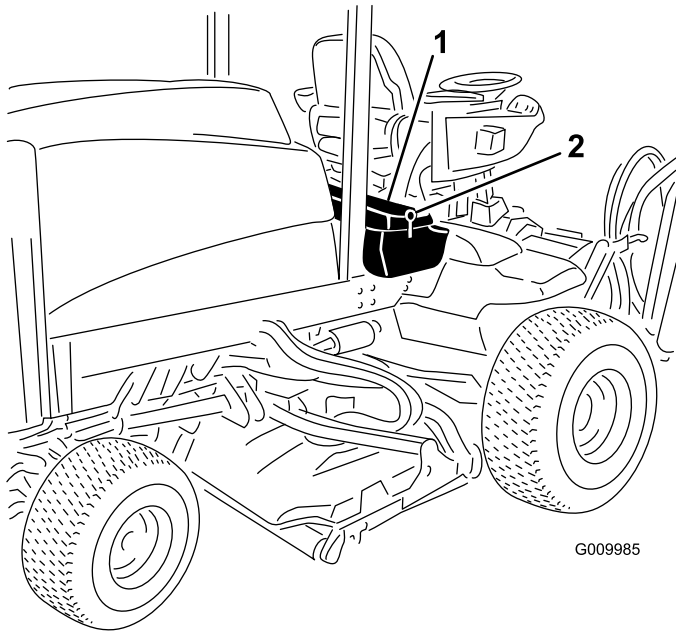

Figura 74
1. Desenganche y levante el panel de la consola del operador (Figura 74).